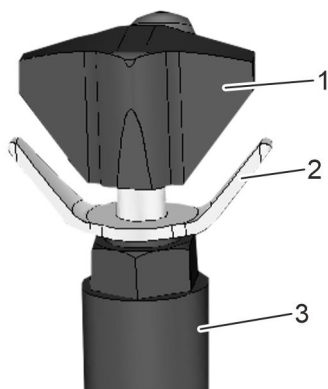

Fig. 28: Valvola di regolazione della pressione
2. ➤ Allentare la sicura (Fig. 28/2). Per farlo girarla in senso antiorario.
3. ➤ Girare il regolatore rotativo (Fig. 28/1) in senso antiorario. Aprire completamente.